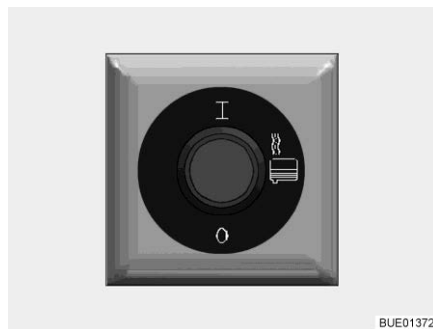

Fig. 200 Interruttore per riscaldamento acque grigie
- Accensione:** ■ Premere l'interruttore (Fig. 200) verso l'alto. Il riscaldamento delle acque grigie è inserito e impedisce che i componenti riscaldati congelino.